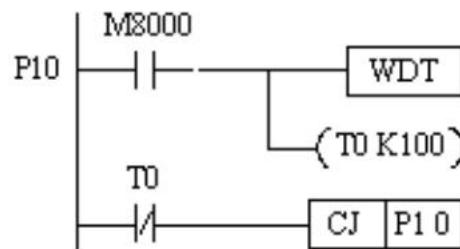

图 5.21 P 标号后插入 WDT 指令
(1) 当程序用CJ指令向后跳转时，即对应的P标号步序小于CJ指令的步序，为防止出错，应在P标号之后插入WDT指令，如图5.21。
(2) 可将WDT指令置于FOR-NEXT循环之中，以防止死循环或循环时间超时而停止运行。